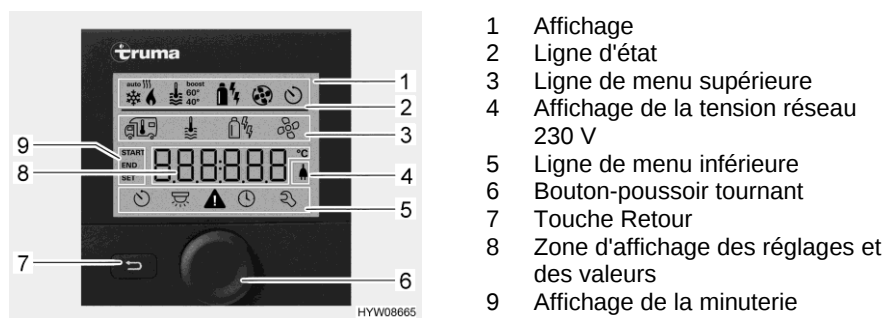
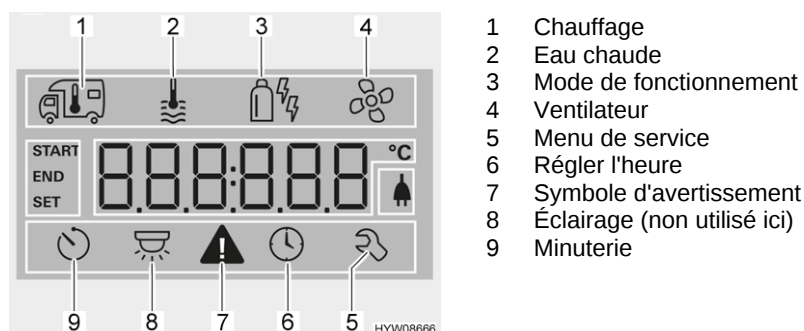

Fig. 161 Unité de commande avec affichages
Fig. 162 Écran (unité de commande)
- Ligne d'état (Fig. 161,2)
- Ligne de menu supérieure (Fig. 161,3)
- Zone d'affichage (Fig. 161,8)
- Ligne de menu inférieure (Fig. 161,5)
- Appuyer sur le bouton-poussoir tournant (Fig. 161,6) pendant env. 3 secondes. Les deux lignes de menu (Fig. 161,3 et Fig. 161,5) sont affichées. Le premier symbole clignote.
- Tourner le bouton-poussoir tournant (Fig. 161,6) jusqu'à ce que le symbole de menu désiré clignote.
- Appuyer sur le bouton-poussoir tournant pour enregistrer la valeur réglée. Si la valeur réglée à l'origine ne doit pas être modifiée : Appuyer sur la touche Retour (Fig. 161,7).
- Tourner le bouton-poussoir tournant (Fig. 161,6) jusqu'à ce que le symbole de menu du chauffage (Fig. 162,1) clignote.
- Appuyer sur le bouton-poussoir tournant pour enregistrer la valeur réglée. Le symbole clignote dans la ligne d'état (Fig. 161,2) jusqu'à ce que la température ambiante réglée soit atteinte. Si la valeur réglée à l'origine ne doit pas être modifiée : Appuyer sur la touche Retour (Fig. 161,7).
- Tourner le bouton-poussoir tournant (Fig. 161,6) jusqu'à ce que le symbole de menu de l'eau chaude (Fig. 162,2) clignote.
- Appuyer sur le bouton-poussoir tournant pour enregistrer la valeur réglée. Le symbole clignote dans la ligne d'état (Fig. 161,2) jusqu'à ce que la température d'eau chaude réglée soit atteinte. Si la valeur réglée à l'origine ne doit pas être modifiée : Appuyer sur la touche Retour (Fig. 161,7).
- Tourner le bouton-poussoir tournant (Fig. 161,6) jusqu'à ce que le symbole de menu de mode de fonctionnement (Fig. 162,3) clignote.
- Appuyer sur le bouton-poussoir tournant pour enregistrer le mode de fonctionnement réglé. Si le réglage d'origine ne doit pas être modifié : Appuyer sur la touche Retour (Fig. 161,7).
- Tourner le bouton-poussoir tournant (Fig. 161,6) jusqu'à ce que le symbole de menu du ventilateur (Fig. 162,4) clignote.
- Tourner le bouton-poussoir tournant (Fig. 161,6) jusqu'à ce que le symbole de menu de la minuterie (Fig. 162,9) clignote.
- Appuyer sur le bouton-poussoir tournant. La minuterie est activée. Le symbole de la minuterie (Fig. 162,9) clignote quand cette dernière est programmée et active.
En cas d'avertissement, le symbole correspondant (Fig. 162,7) clignote. Le chauffage continue de fonctionner. Le symbole d'avertissement s'éteint de lui-même quand il ne s'agit que d'un dérangement passager.